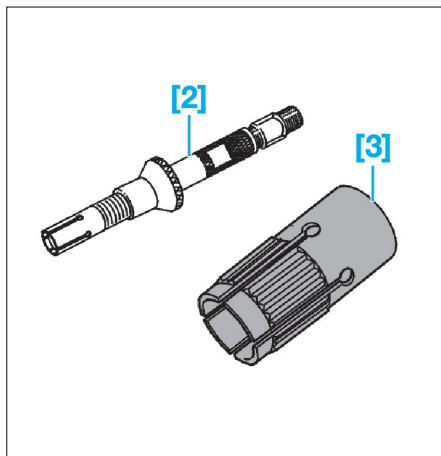

FIG. 8
- [2]. Mandrin de centrage du disque d'embrayage (réf : 999 5663) (Fig.8).
- [3]. Adaptateur pour mandrin de centrage (réf : 999 5675) (Fig.8).